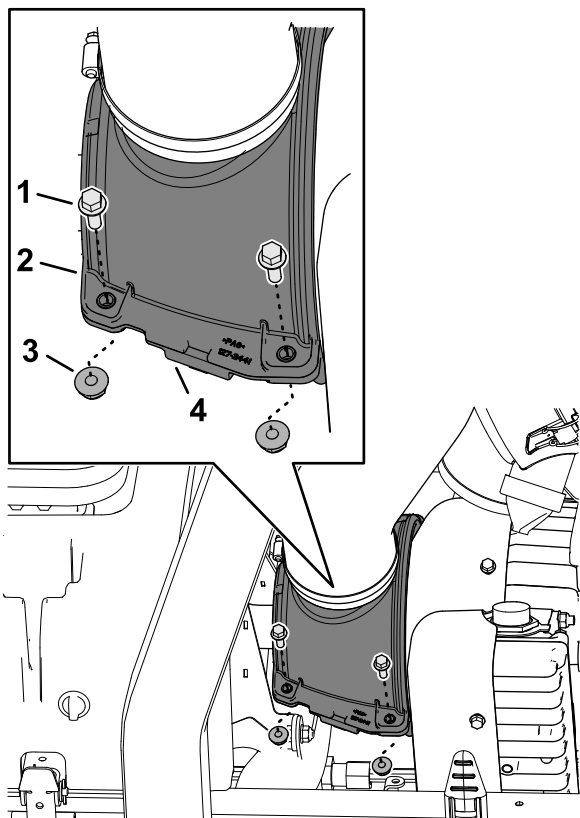

図 68
3. 上下のシュラウドと圧縮制限ピンを合わせた状態で、フランジヘッドキャップスクリュ4本とフランジロックナット4個で固定する図 68。